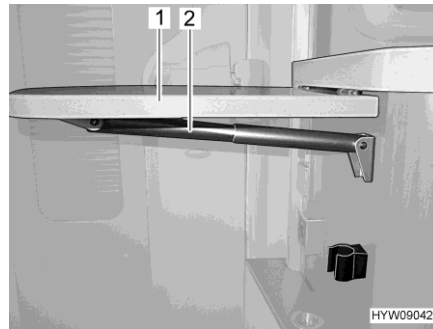

Fig. 93 Tavolo ribaltabile su bancone
- Afferrare in basso il tavolo ribaltabile su bancone (Fig. 93,1) e tirandolo leggermente estrarlo dall'incastro.
- Orientare il piano del tavolo verso l'alto, fino all'aggancio dell'elemento di fissaggio del supporto telescopico (Fig. 93,2). Rilasciare il piano del tavolo.